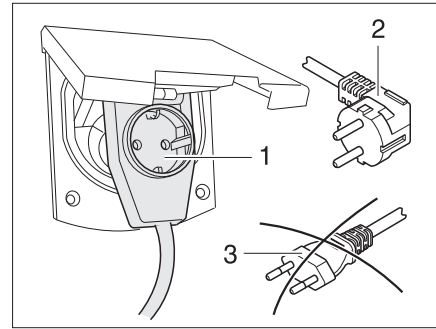

Bild 311 Anschluss an eine Winkelkupplung mit Steckdose
- Bei Verwendung einer CEE 17 Winkelkupplung mit rückseitig eingebauter Steckdose (Bild 311,1) nur einen gummierten und versiegelten IP 44 Stecker mit Schutzkontakt (Bild 311,2) verwenden. Keine Stecker ohne Schutzkontakt (Bild 311,3) verwenden. Gefahr eines Stromschlages!